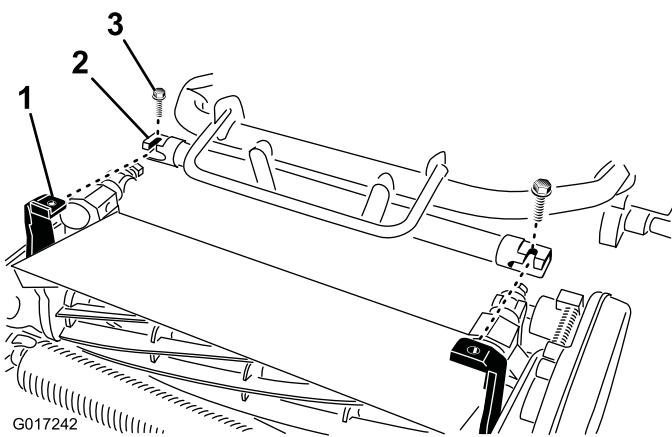

Рисунок 5
- Продвигайте раму тягового блока вперед (Рисунок 5), до зацепления с шарнирными рычагами режущего блока.
- Прикрепите раму тягового блока к шарнирным рычагам режущего блока 2 болтами на $3/8 \times 3/4$ дюйма (Рисунок 5).